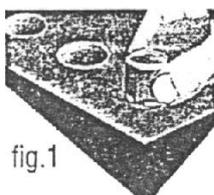

fig.1
• Remover as tampinhas da bateria (fig.1)
• Verificar o nível da solução, o qual deve estar aproximadamente um (1) centímetro acima das placas.